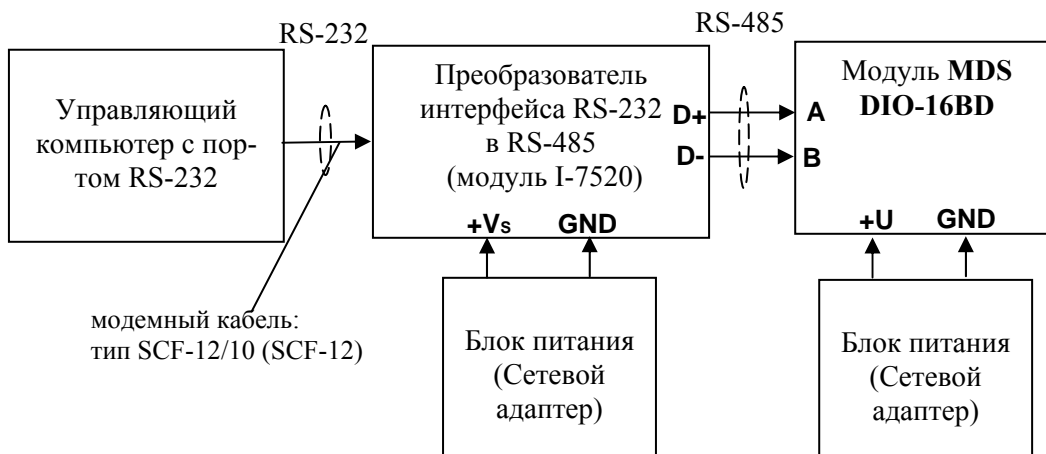

Рисунок 6.1
- подготовить рабочее место по схеме рис. 6.1